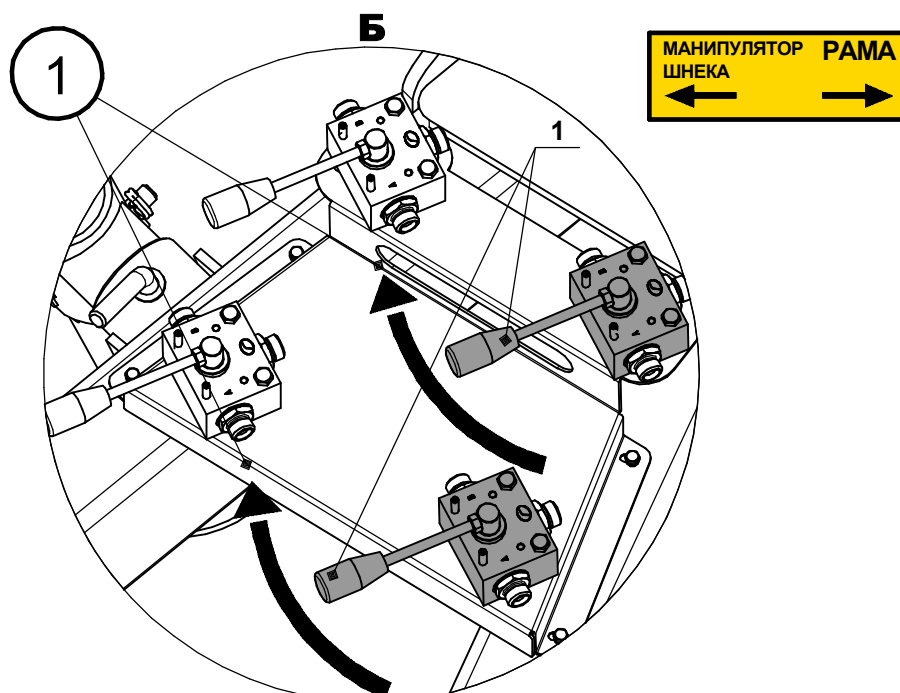

Рис.5.2.7 - Установка гидравлических кранов.
**7.1** Переведите гидравлические краны на раме посевного комплекса в положение управления манипулятором шнека (рис.5.2.7 вид Б положение 1).